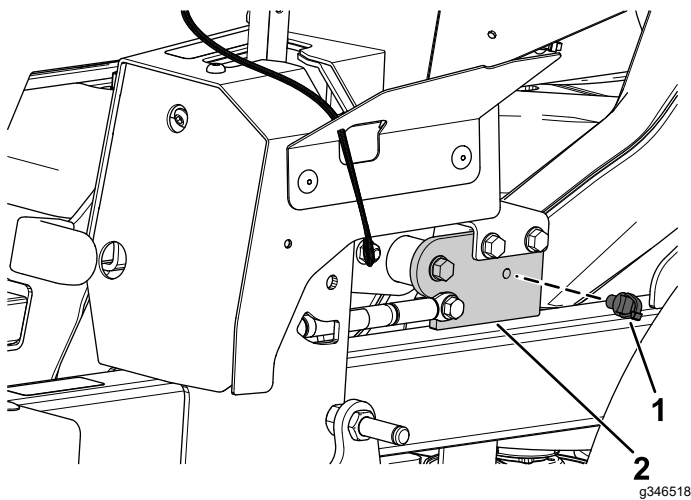

Figure 11
1. Insérez le clip enfichable avant dans le support du levier du frein de stationnement (Figure 11).